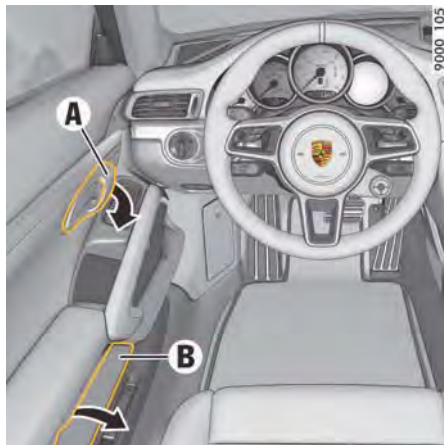

図122: 車内からドアを開く
- ▶ インナー・ドア・ハンドルAを引いてください(図122)。